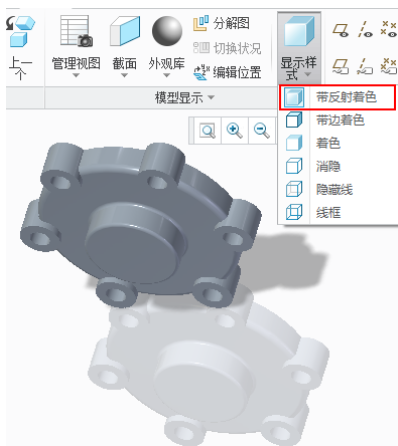

图 1-24 “带反射着色”样式
- 带反射着色：模型表面为灰色，增加环境光源的投影显示，效果如图 1-24 所示。